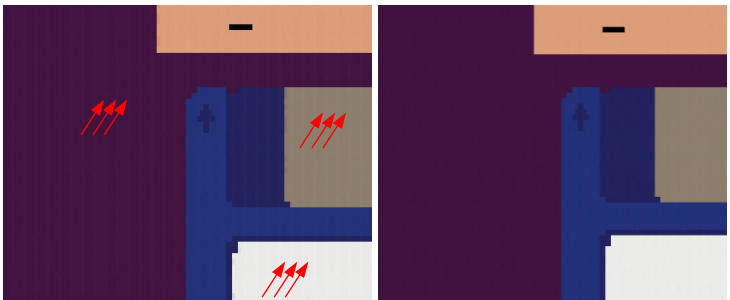

Abbildung 4: Die Einstellung **Phase** (7) vermindert Jailbars
Die Einstellung **Phase** (7) bestimmt den Abtastzeitpunkt des RGB-Signals. Eine Veränderung dieser Einstellung hilft Jailbars (Gitterstäbe) zu unterdrücken, siehe Abbildung 4. Außerdem hilft diese Einstellung gegen "zappelnde" vertikale Kanten, d.h. wenn eigentlich statische Pixel um ein Pixel nach links und rechts springen.